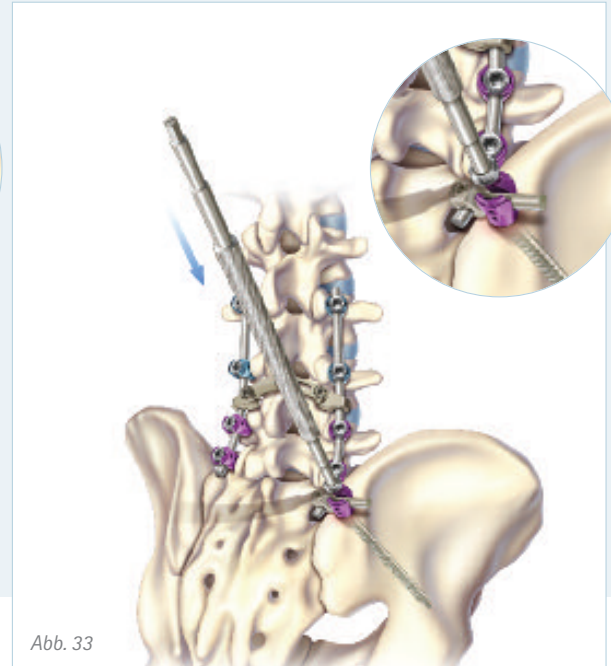

Abb. 33
- Einbringen der Verriegelungsmutter in die Iliumschraube mit einem der beiden Einsetzinstrumente für Verriegelungsschrauben (FW279R oder FW251R, Abb. 33).